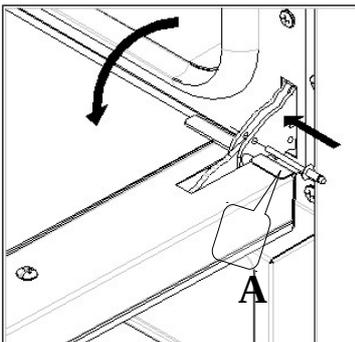

Fig. 5
- вставить в отверстия “А” находящиеся на двух шарнирах специальные штыри, имеющиеся в приложении (Рис. 5);
**Замена лампочки в помещении печи** – Отключить прибор от электричества, отвинтить защитный стеклянный колпачок (Рис. 5); выкрутить лампочку и заменить ее на другую, подходящую для высоких температур (300°C) с такими же характеристиками: